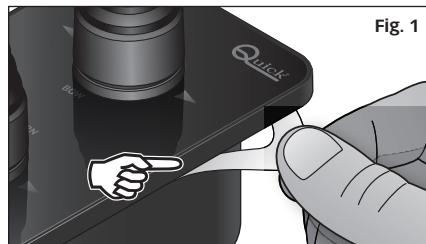

Fig. 1
- (**Fig. 1**) Despegar el papel de protección de la guarnición adhesiva evitando tocar la parte adhesiva con los dedos.